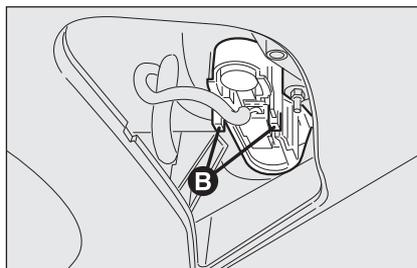

fig. 36
- estrarre il gruppo portalampeade agendo sulle linguette di ritegno **B-fig. 36**;
- reinserire il gruppo portalampeade fissandolo correttamente in posizione mediante le linguette di ritegno **B-fig. 36**;
- estrarre il gruppo portalampade agendo sulle linguette di ritegno **B-fig. 36**;
- reinserire il gruppo portalampade fissandolo correttamente in posizione mediante le linguette di ritegno **B-fig. 36**;